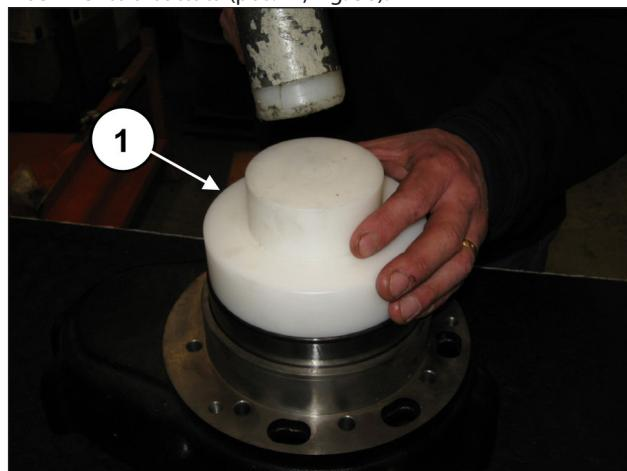
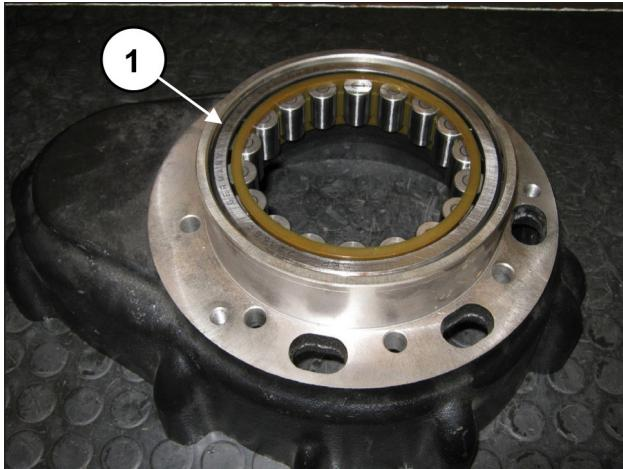

Fig. 55
Fig. 56
Dal lato opposto della scatola riduttore premontare l'anello esterno del cuscinetto albero a gomiti utilizzando l'attrezzo cod. 27605000 (pos. ①, Fig. 55) fino al suo completo inserimento a battuta (pos. ①, Fig. 56).